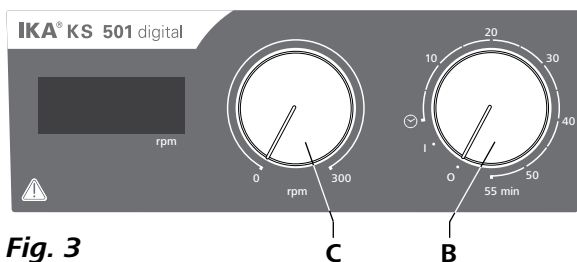

Fig. 3
- ☞ For at tænde for apparatet drej drejeknappen „**Til/fra**“ og „**Timer**“ (**B**, se **Fig. 3**) med uret til position „**1**“.
- ☞ Indstil motorens omdrejningstal med reguleringsknappen „**Omdrejningstal**“ (**C**, se **Fig. 3**). Motorens omdrejningstal kan sættes til 0 til 300 rpm.